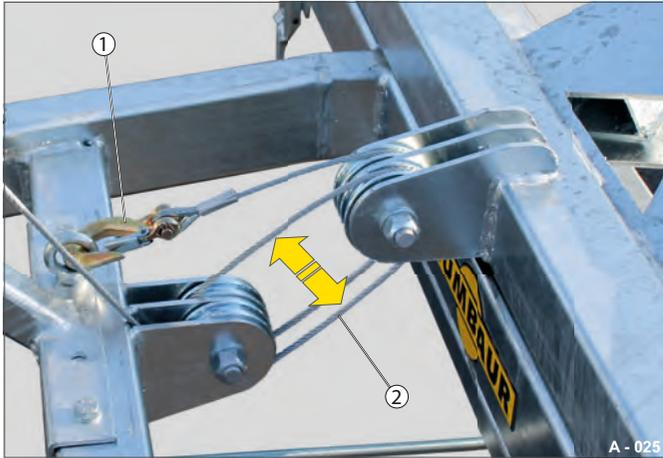

Fig. 16 Câble détendu
- ▶ Après avoir verrouillé le châssis porte-touret, sortez légèrement le câble (Fig. 16 /2) vers l'extérieur.
- ▶ Assurez-vous que le mousqueton (Fig. 16 /1) est bien fixé à l'anneau.